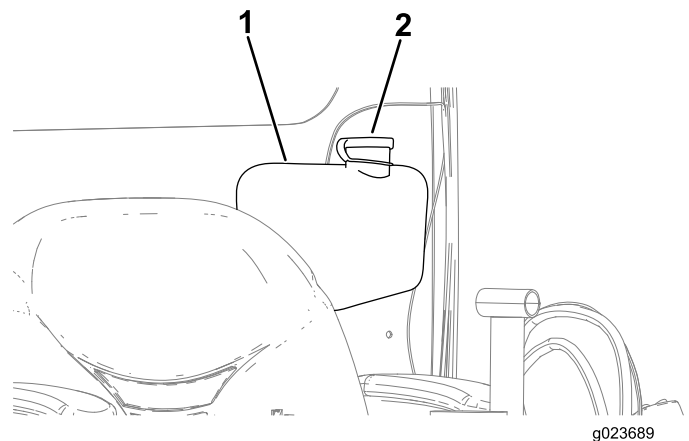

Figura 131
2. Abra la tapa del depósito del líquido del lavaparabrisas (Figura 131).
3. Llene el depósito de líquido del lavaparabrisas hasta que esté lleno (Figura 131).
4. Cierre el tapón del depósito de líquido del lavaparabrisas (Figura 131).